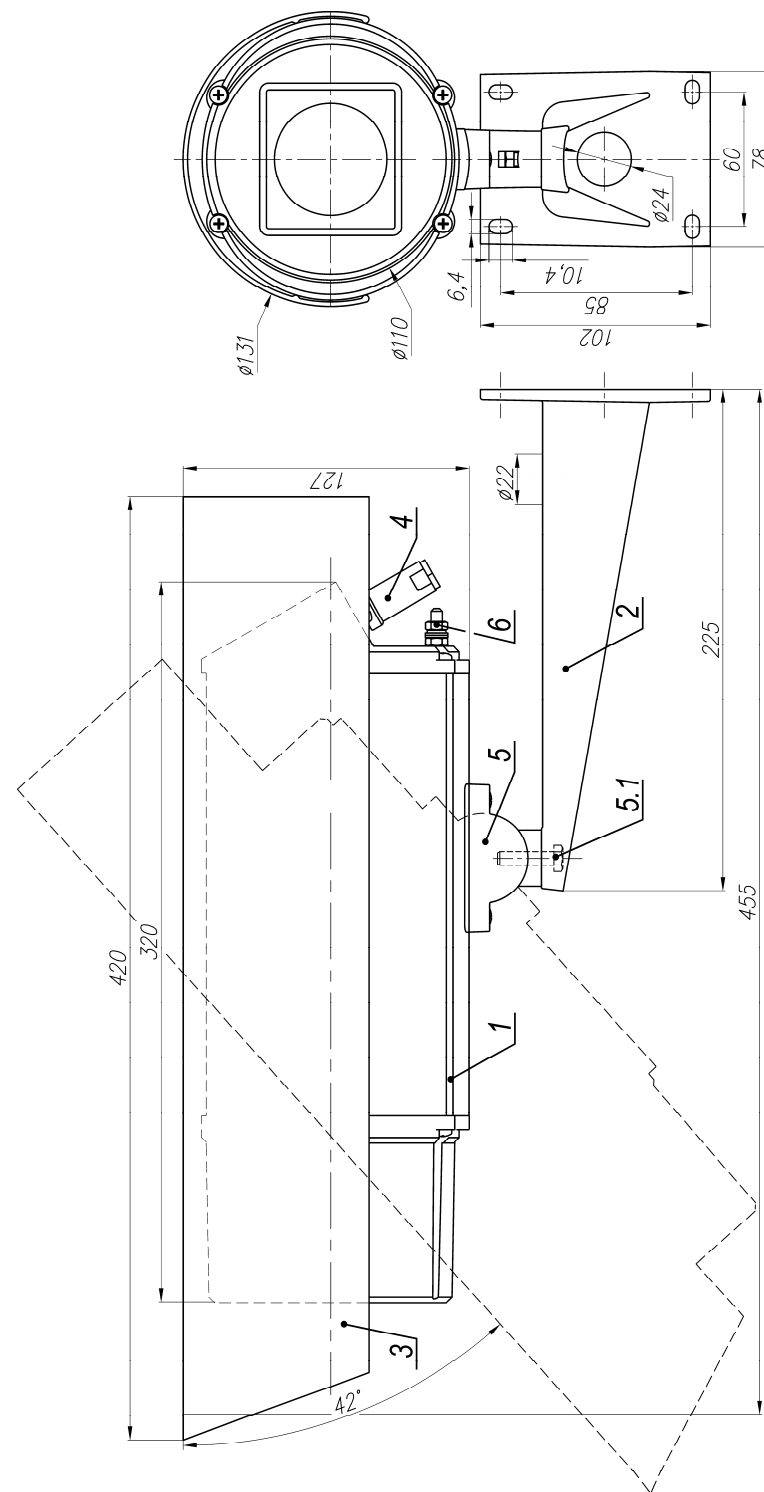

Рис.1 Состав и габаритно-установочные размеры ТВК-91 IP
3. Ослабив болт фиксации шарнира (поз.5.1 рис.1), установить гермобокс на нужное направление обзора, после чего надежно зафиксировать шарнир затянув болт.
3. Заземлить гермобокс с помощью болта заземления (поз.6 рис.1).
Состав изделия: (см. рис.1)